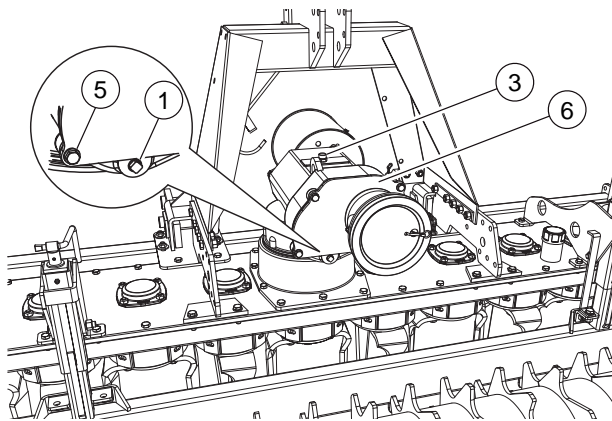

FIG. 39
- Die Schrauben (5, "Fig. 39") abdrehen. Den Deckel (6) abnehmen.
- Den Deckel wieder aufsetzen (6). Die Schrauben und Mutter festdrehen.
Um den Ölstand im Getriebegehäuse zu kontrollieren, den Deckel mit Ölmesstab abschrauben (3, "Fig. 39"). Den Stand mit den Hinweisen auf dem Stab kontrollieren. Wenn nötig, bis zum Pegel auftanken.